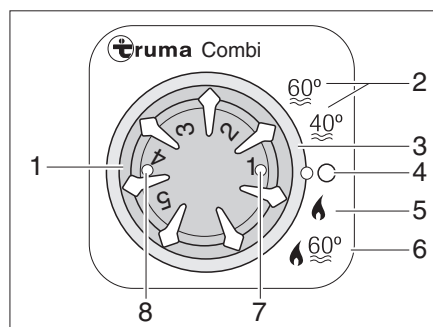

Bild 309 Bedieneinheit für Heizung/Boiler
*Betriebsart wählen:* ■ Betriebsart mit dem Drehschalter (Bild 309,3) einstellen.
**Winterbetrieb** Die Heizung wählt nach eingestellter Heizstufe selbstständig die benötigte Brennerstufe. Bei Betriebsart "Heizung und Boiler" (Bild 309,6) wird auch das Wasser im Boiler erhitzt. Die Heizung kann in der Betriebsart "Heizung ohne Boiler" (Bild 309,5) mit leerem Boiler betrieben werden.
- Temperaturdrehknopf (Bild 309,1) an der Bedieneinheit auf gewünschte Heizstufe stellen.
- Drehschalter (Bild 309,3) auf Winterbetrieb "Heizung ohne Boiler" (Bild 309,5) oder auf Winterbetrieb "Heizung und Boiler" (Bild 309,6) stellen.
Grüne Kontroll-Leuchte (Bild 309,7) leuchtet.
- Drehschalter (Bild 309,3) auf "O" (Bild 309,4) stellen.